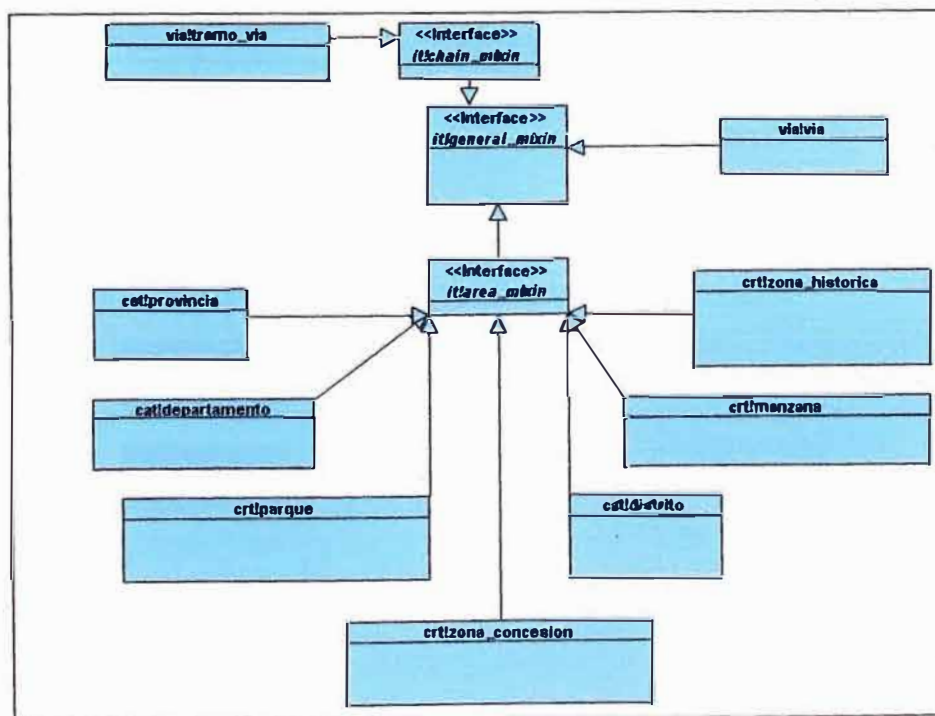

Figura 5.2 Clases de las Entidades de Cartografía
- Clases de las entidades de Cartografía (figura 5.2)